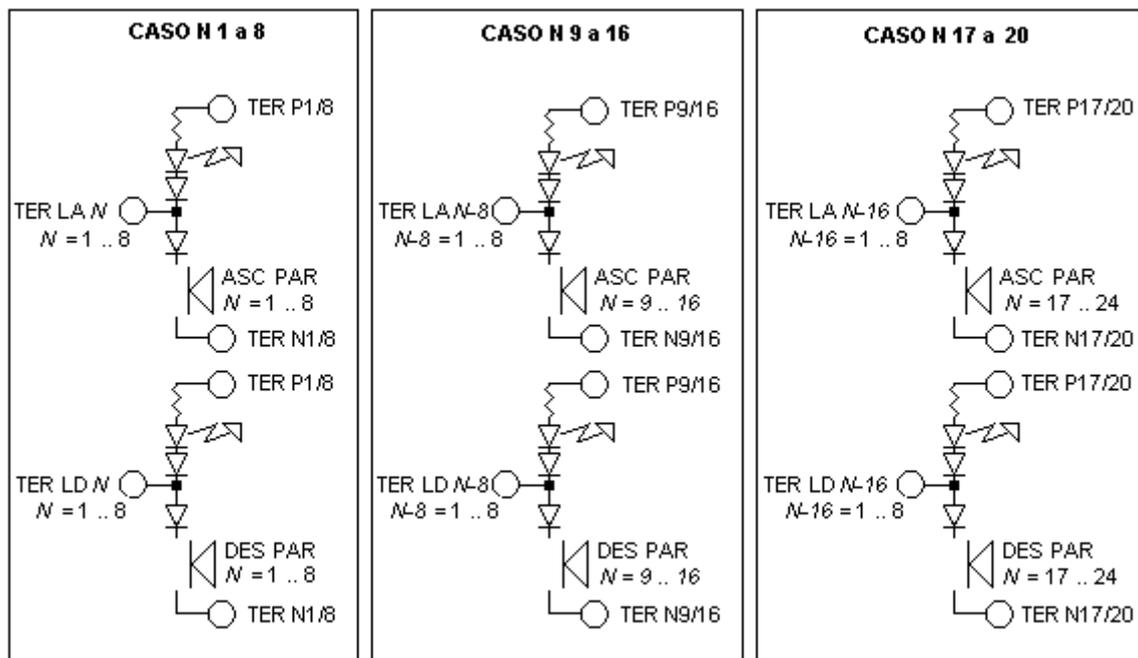

Figura 19
- Los pulsadores de llamada descendente y de llamada ascendente de una parada N comprendida entre 9 y 16 se conectan a los bornes P9/16 y N9/16, y respectivamente a los bornes LD $N-8$ y LA $N-8$ y según la Figura 19
- Los pulsadores de llamada descendente y de llamada ascendente de una parada N comprendida entre 17 y 20 se conectan a los bornes P17/20 y N17/20, y respectivamente a los bornes LD $N-16$ y LA $N-16$ según la Figura 19.
En el circuito de la Figura 19, los LEDs de registro activos destellan. Para eliminar este destello, se pueden conectar los LEDs de registro según la figura Figura 11.